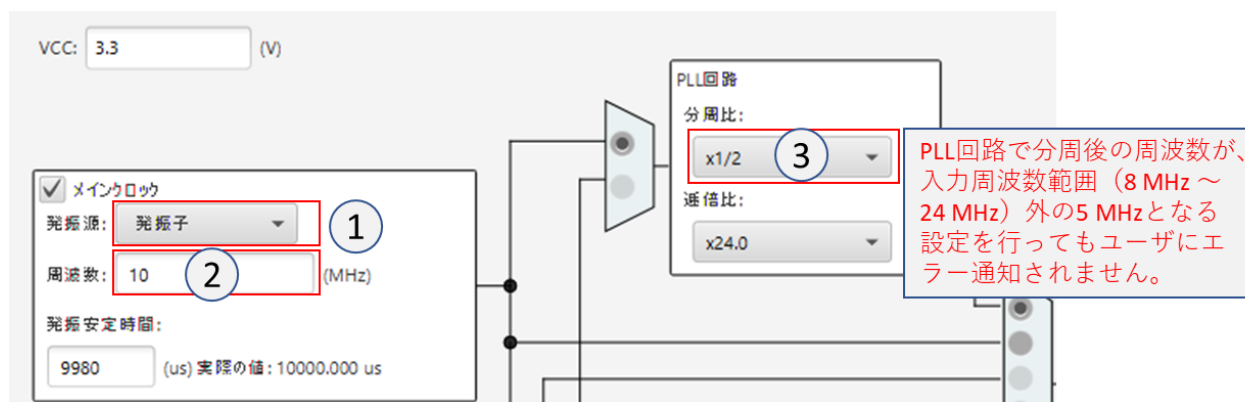

図 1.2 メインクロックの発振源に発振子を使用する例
- (b) メインクロックの発振源に発振子を使用 (図 1.2 参照)